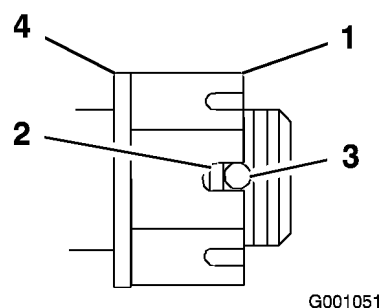

Figure 45
4. Serrez l'écrou crénelé à 170 Nm (Figure 45).
5. Mesurez l'espace entre la base de la fente de l'écrou et le bord intérieur du trou. On ne doit pas voir plus de deux filets (Figure 45).
7. Serrez l'écrou crénelé à 170 Nm (Figure 45).
8. Serrez l'écrou jusqu'à ce que la série de fentes suivante soit en face du trou de l'axe (Figure 45).